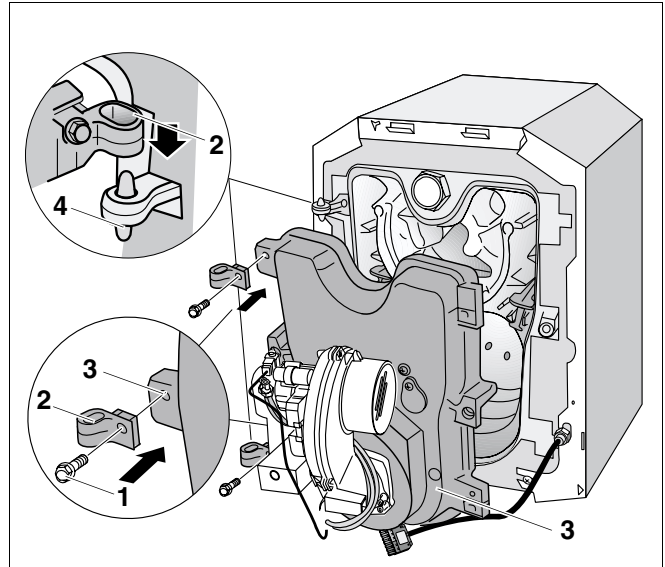

Fig. 16 Modificarea usii arzatorului (inele)
- Suruburile de strangere ale inelelor (fig. 16, **poz. 1**) se desfac de pe (fig. 16, **poz. 3**) usa arzatorului.
- Inelele (fig. 16, **poz. 2**) se indeparteaza de pe (fig. 16, **poz. 3**) usa arzatorului.
- Inelele (fig. 16, **poz. 2**) se prind pe partea stanga (fig. 16, **poz. 3**) a usii arzatorului.
- Inelele (fig. 16, **poz. 2**) se insurubeaza la usa arzatorului (fig. 16, **poz. 1**) prin intermediul (fig. 16, **poz. 3**) suruburilor de strangere.
- Inelele (fig. 16, **poz. 2**) usii arzatorului se prind (fig. 16, **poz. 4**) de cirlige.
- Inchiderea (fig. 16, **poz. 3**) usii arzatorului.
- Usa arzatorului (fig. 16, **poz. 3**) se va fixa cu suruburile hexagonale.